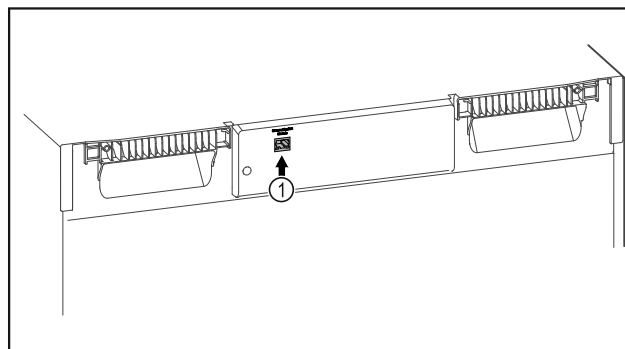

Fig. 99
- SmartModule Fig. 99 (1) je nasadený.